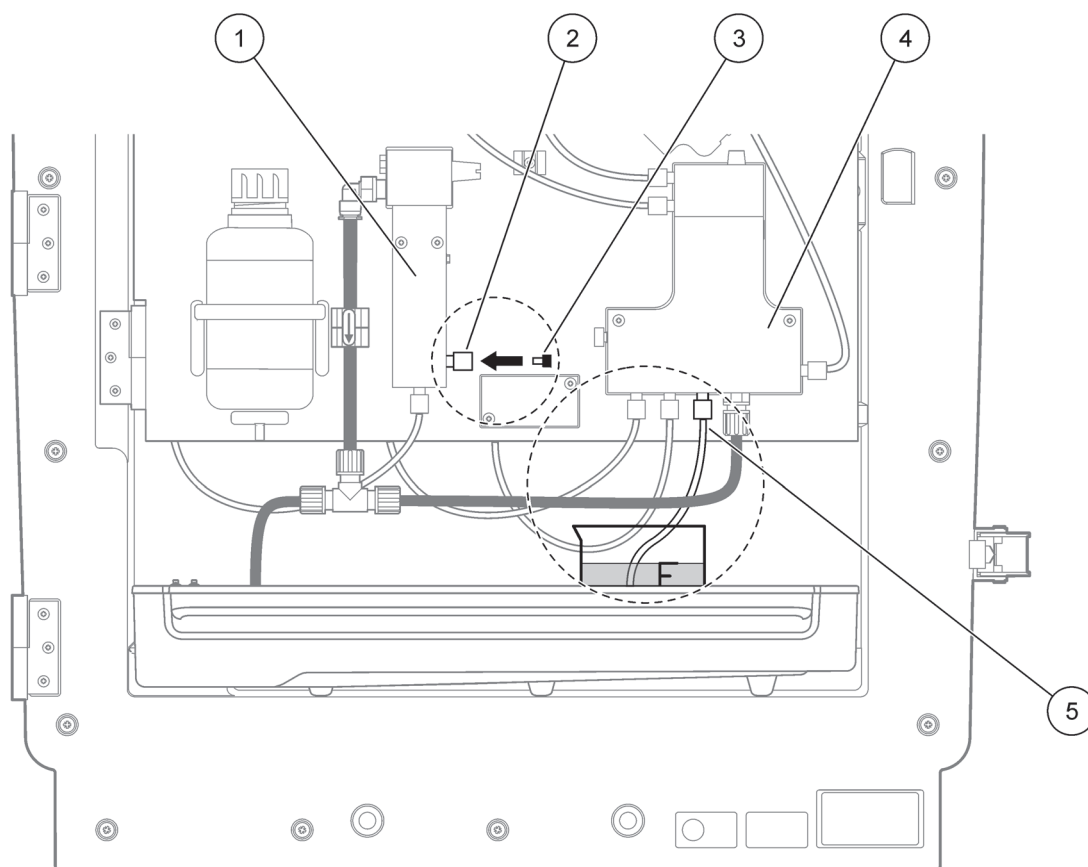

Figure 12 Wijziging van AMTAX sc
7. Selecteer ENTER om de analyser aan te passen (Figure 12):
- a. Schroef de fitting los (item 2) van de monsterslang (item 5) die is aangesloten op het overloopvat (item 1) en het ventielblok (item 4) op het overloopvat.
- b. Schroef de stop (item 3) in de draad van het overloopvat (item 1) en plaats de monsterslang in een maatbeker (bijvoorbeeld 150 mL) met standaard oplossing voor de validatie.